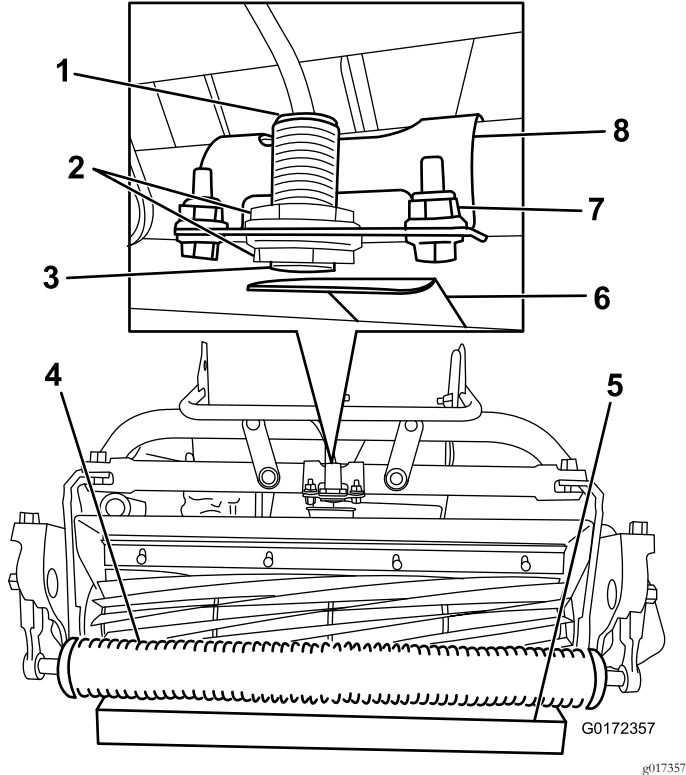

图18
2. 松开传感器上的锁紧螺母并调节传感器确保看到一条螺纹越过下部锁紧螺母 图18。
4. 将 3.8cm 的挡块放在前滚刀组滚筒下面 图18。
5. 松开将传感器支架固定到机架的紧固件 (图18)。
8. 向靶板方向旋转传感器支架直至传感器顶部的指示灯亮起 (图18)。如果指示灯已经亮起把传感器支架旋离靶板直至它熄灭然后反方向旋转直至指示灯再次亮起。